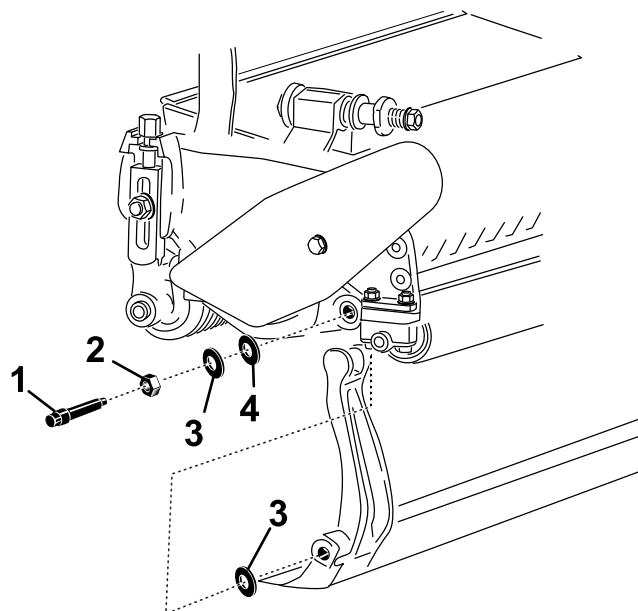

Figura 26
Tenete in considerazione le 2 rondelle di nylon e le 2 rondelle in acciaio stampato su ciascun lato della barra di appoggio (Figura 26).
3. Collocate una rondella di nylon su ciascun lato del risalto della piastra laterale. Posizionate una rondella di acciaio all'esterno di ciascuna rondella di nylon (Figura 26).